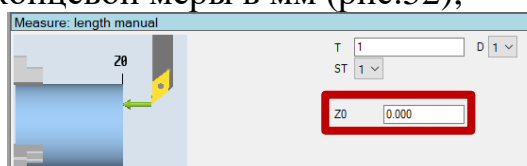

Рис.52. Поле «Z0»
8. При использовании концевой меры длины в поле «Z0» ввести значение длины концевой меры в мм (рис.52);